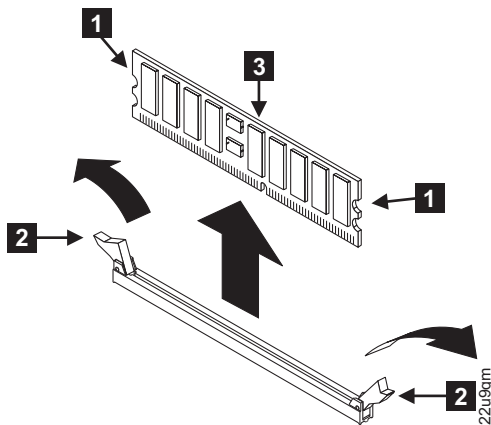

Figura 113. Removendo os módulos de memória
6. Abra os cliques **2** pressionando-os para fora, conforme mostrado em Figura 113 na página 144. Esta ação retirará o módulo de memória **3** para fora do conector.